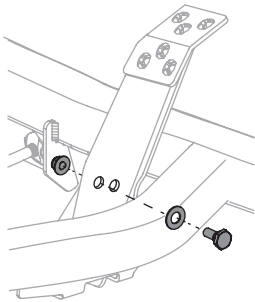

Figura 35
2. Retire el perno hexagonal, la arandela y la tuerca hexagonal cerca del centro del conjunto del pedal. Vea la Figura 35.
4. Vuelva a instalar el hardware que retiró anteriormente y apriete la tuerca a 28-35 pies-libras (38-47 N-m). Vea la Figura 35.